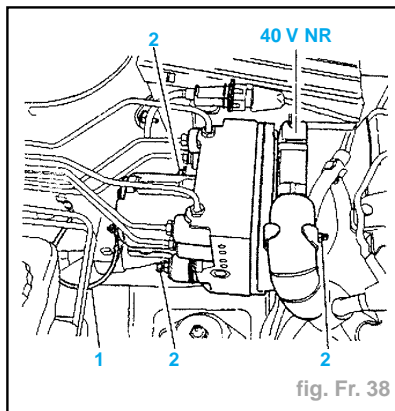

fig. Fr. 38
- Débrancher le connecteur (40V NR) (fig. Fr. 38).